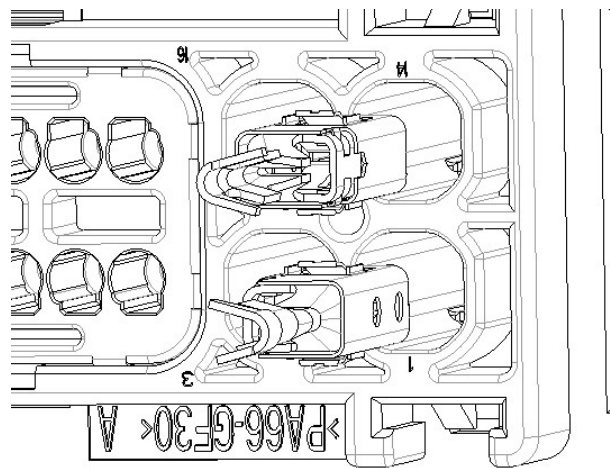

Fig. 9
- (3) Fig. 9 에 보여지는 것과 같이 각 단자를 Cavity 에 수평적인 방향성이 없으므로 각 단자를 Cavity 에 삽입하십시오. 단자가 걸려서 삽입이 멈추어지면 작업이 완료된 것이다
**NOTE:** 위 Fig. 9 과 같이 삽입 시 단자 방향에 유의하여 삽입하시오.